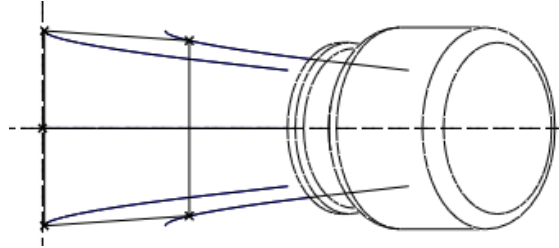

图 40-18
- (4) 使用绘直线工具, 绘制如图 40-18 所示的四条首尾相连的线段。注意: 应保证各线段的端点与轨迹的起始点重合。